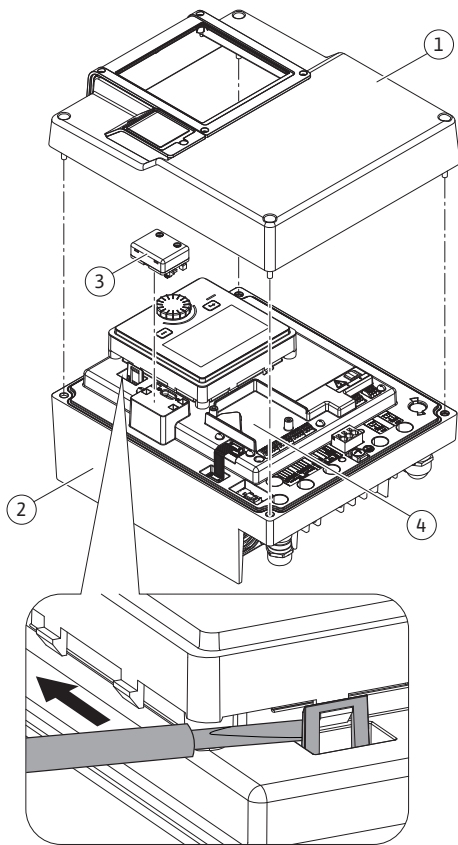
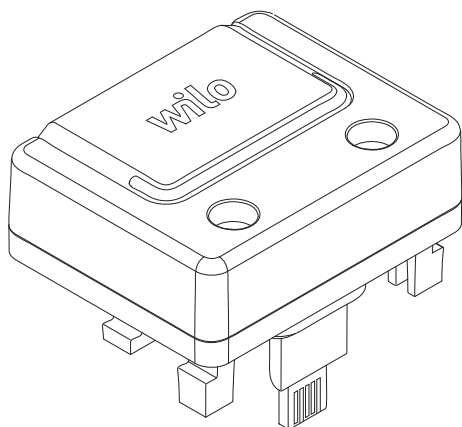

Fig. 26: Elektronikkmodul
Fig. 27: Wilo-Smart Connect modul BT
Bluetooth-grensesnittet Wilo-Smart Connect modul BT (Fig. 26, pos. 3 og Fig. 27) brukes for tilkobling til mobile enheter som smarttelefoner og nettbrett. I Wilo-Assistant-appen er Wilo-Smart Connect-funksjonen. Med Wilo-Smart Connect-funksjonen kan man styre og stille inn pumpen samt lese ut pumpedata. For innstillinger kan du se kapittelet «Oppstart» [► 48].
1. Løsne de fire skruene til overdelen (Fig. 26, pos 1; Fig. 1, pos. 2) av elektronikkmodulen.
3. Sett inn Wilo-Smart Connect modul BT på tiltenkt grensesnitt Wilo-Connectivity Interface. Se Fig. 26, pos. 3.
CIF-moduler (tilbehør) brukes for kommunikasjon mellom pumper og bygningsautomatiseringsteknikk. CIF-modulene er koblet til elektronikkmodulen (Fig. 26, pos. 4)